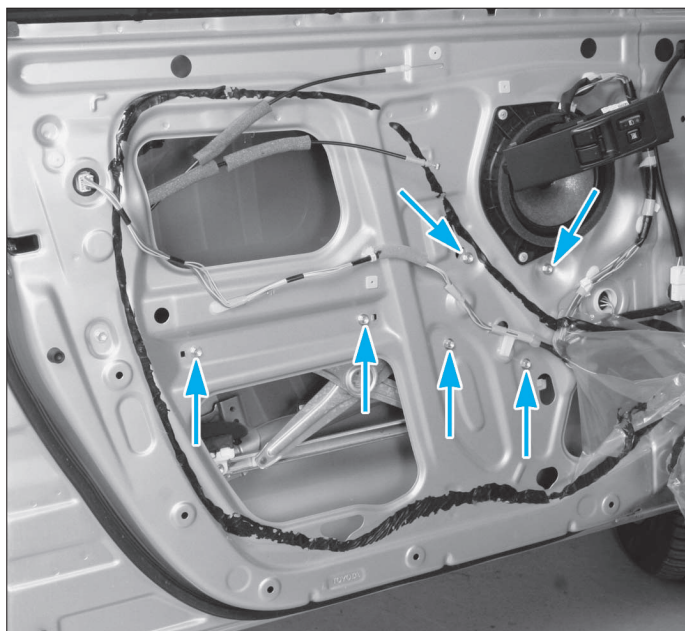

FIG. 39
- Déposer les 6 vis de fixation (2) du mécanisme de lève-vitre (fig. 39).